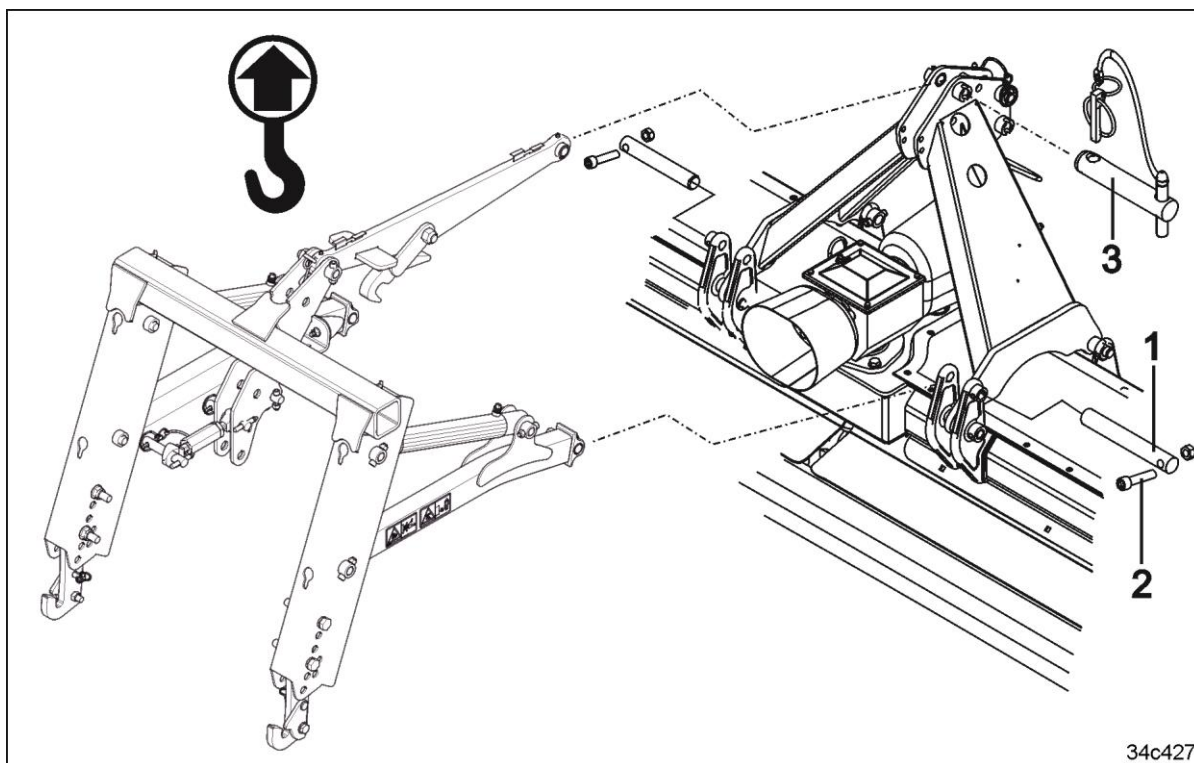

Fig. 81
5. Fest løfterammen på de nedre styringspunktene. Sikre bolten (Fig. 81/1) med en skrue (Fig. 81/2).
6. Fest den øvre koplingen med en bolt (Fig. 81/3) og sikre den med en låsesplint.